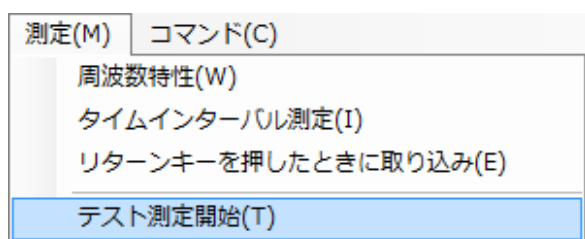
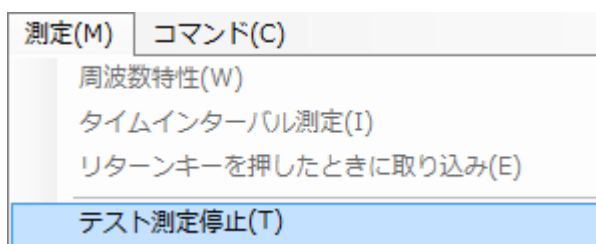

図 3-13
図 3-14
- (1) メニューバーの[測定]-[テスト測定開始]を選択します。(図 3-13)
- (2) 本体に設定された測定条件で連続的に測定を行い、測定値を表示します。
- (3) テスト測定を終了する場合は、メニューバーの[測定]-[テスト測定停止]を選択します。(図 3-14)